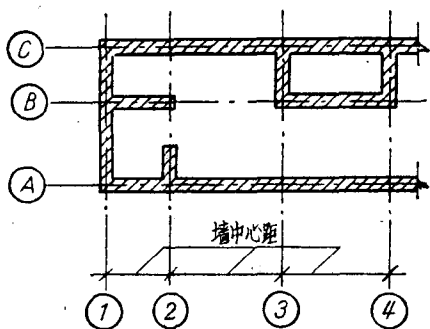
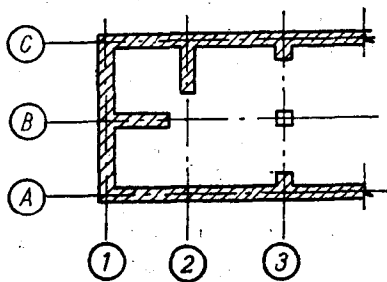

图6 墙中心距注法之一
图7 墙中心距注法之二
(4) 查看墙中心距。在有些房屋中, 遇到没有柱子的情况下, 轴线编号是按承重墙(搁置梁或板的墙)来编的, 例如附图一。墙中心距就是一垛墙的中心到相邻另一垛墙中心之间的距离, 如图 6。如果在建筑物中, 有柱又有承重墙, 则可把柱和承重墙混在一起编, 如图 7。